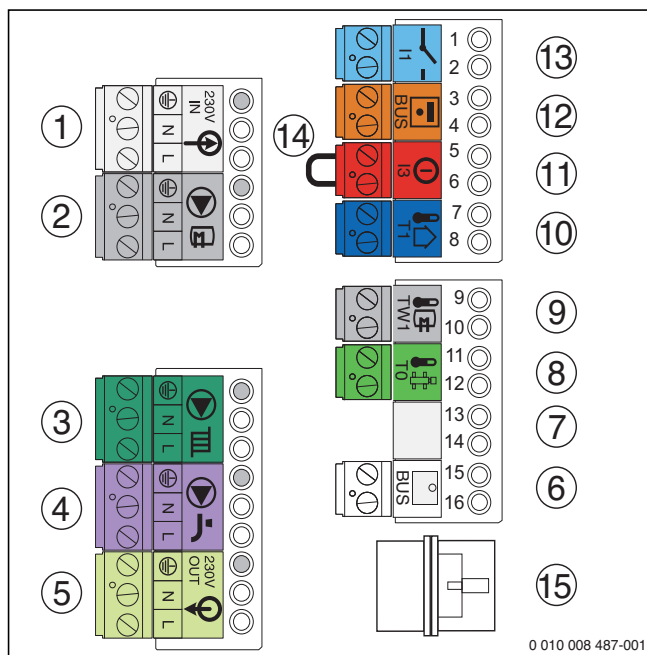

Bild 28 Klemmleisten
- Ein-/Aus-Raumtemperaturregler auf Anschlussklemme [13] (→ Bild 28) anschließen.
- Regelgerät auf Anschlussklemme [6] (→ Bild 28) anschließen. Hierzu ein 2-adriges Stromkabel von 0,4 bis 0,75 mm² verwenden.
- Brücke auf Anschlussklemme [14] (→ Bild 28) entfernen.
- Außentemperaturfühler auf Anschlussklemme [10] (→ Bild 28) anschließen.
- Speichertemperaturfühler auf Anschlussklemme [9] (→ Bild 28) anschließen.
- Heizungspumpe auf Anschlussklemme [3] (→ Bild 28) anschließen.
- Zirkulationspumpe auf Anschlussklemme [4] (→ Bild 28) anschließen.
- Speicherladepumpe/externes 3-Wege-Ventil (230 V) auf Anschlussklemme [2] (→ Bild 28) anschließen.
- Externes 3-Wege-Ventil an der Anschlussklemme [2] (→ Bild 28) anschließen.